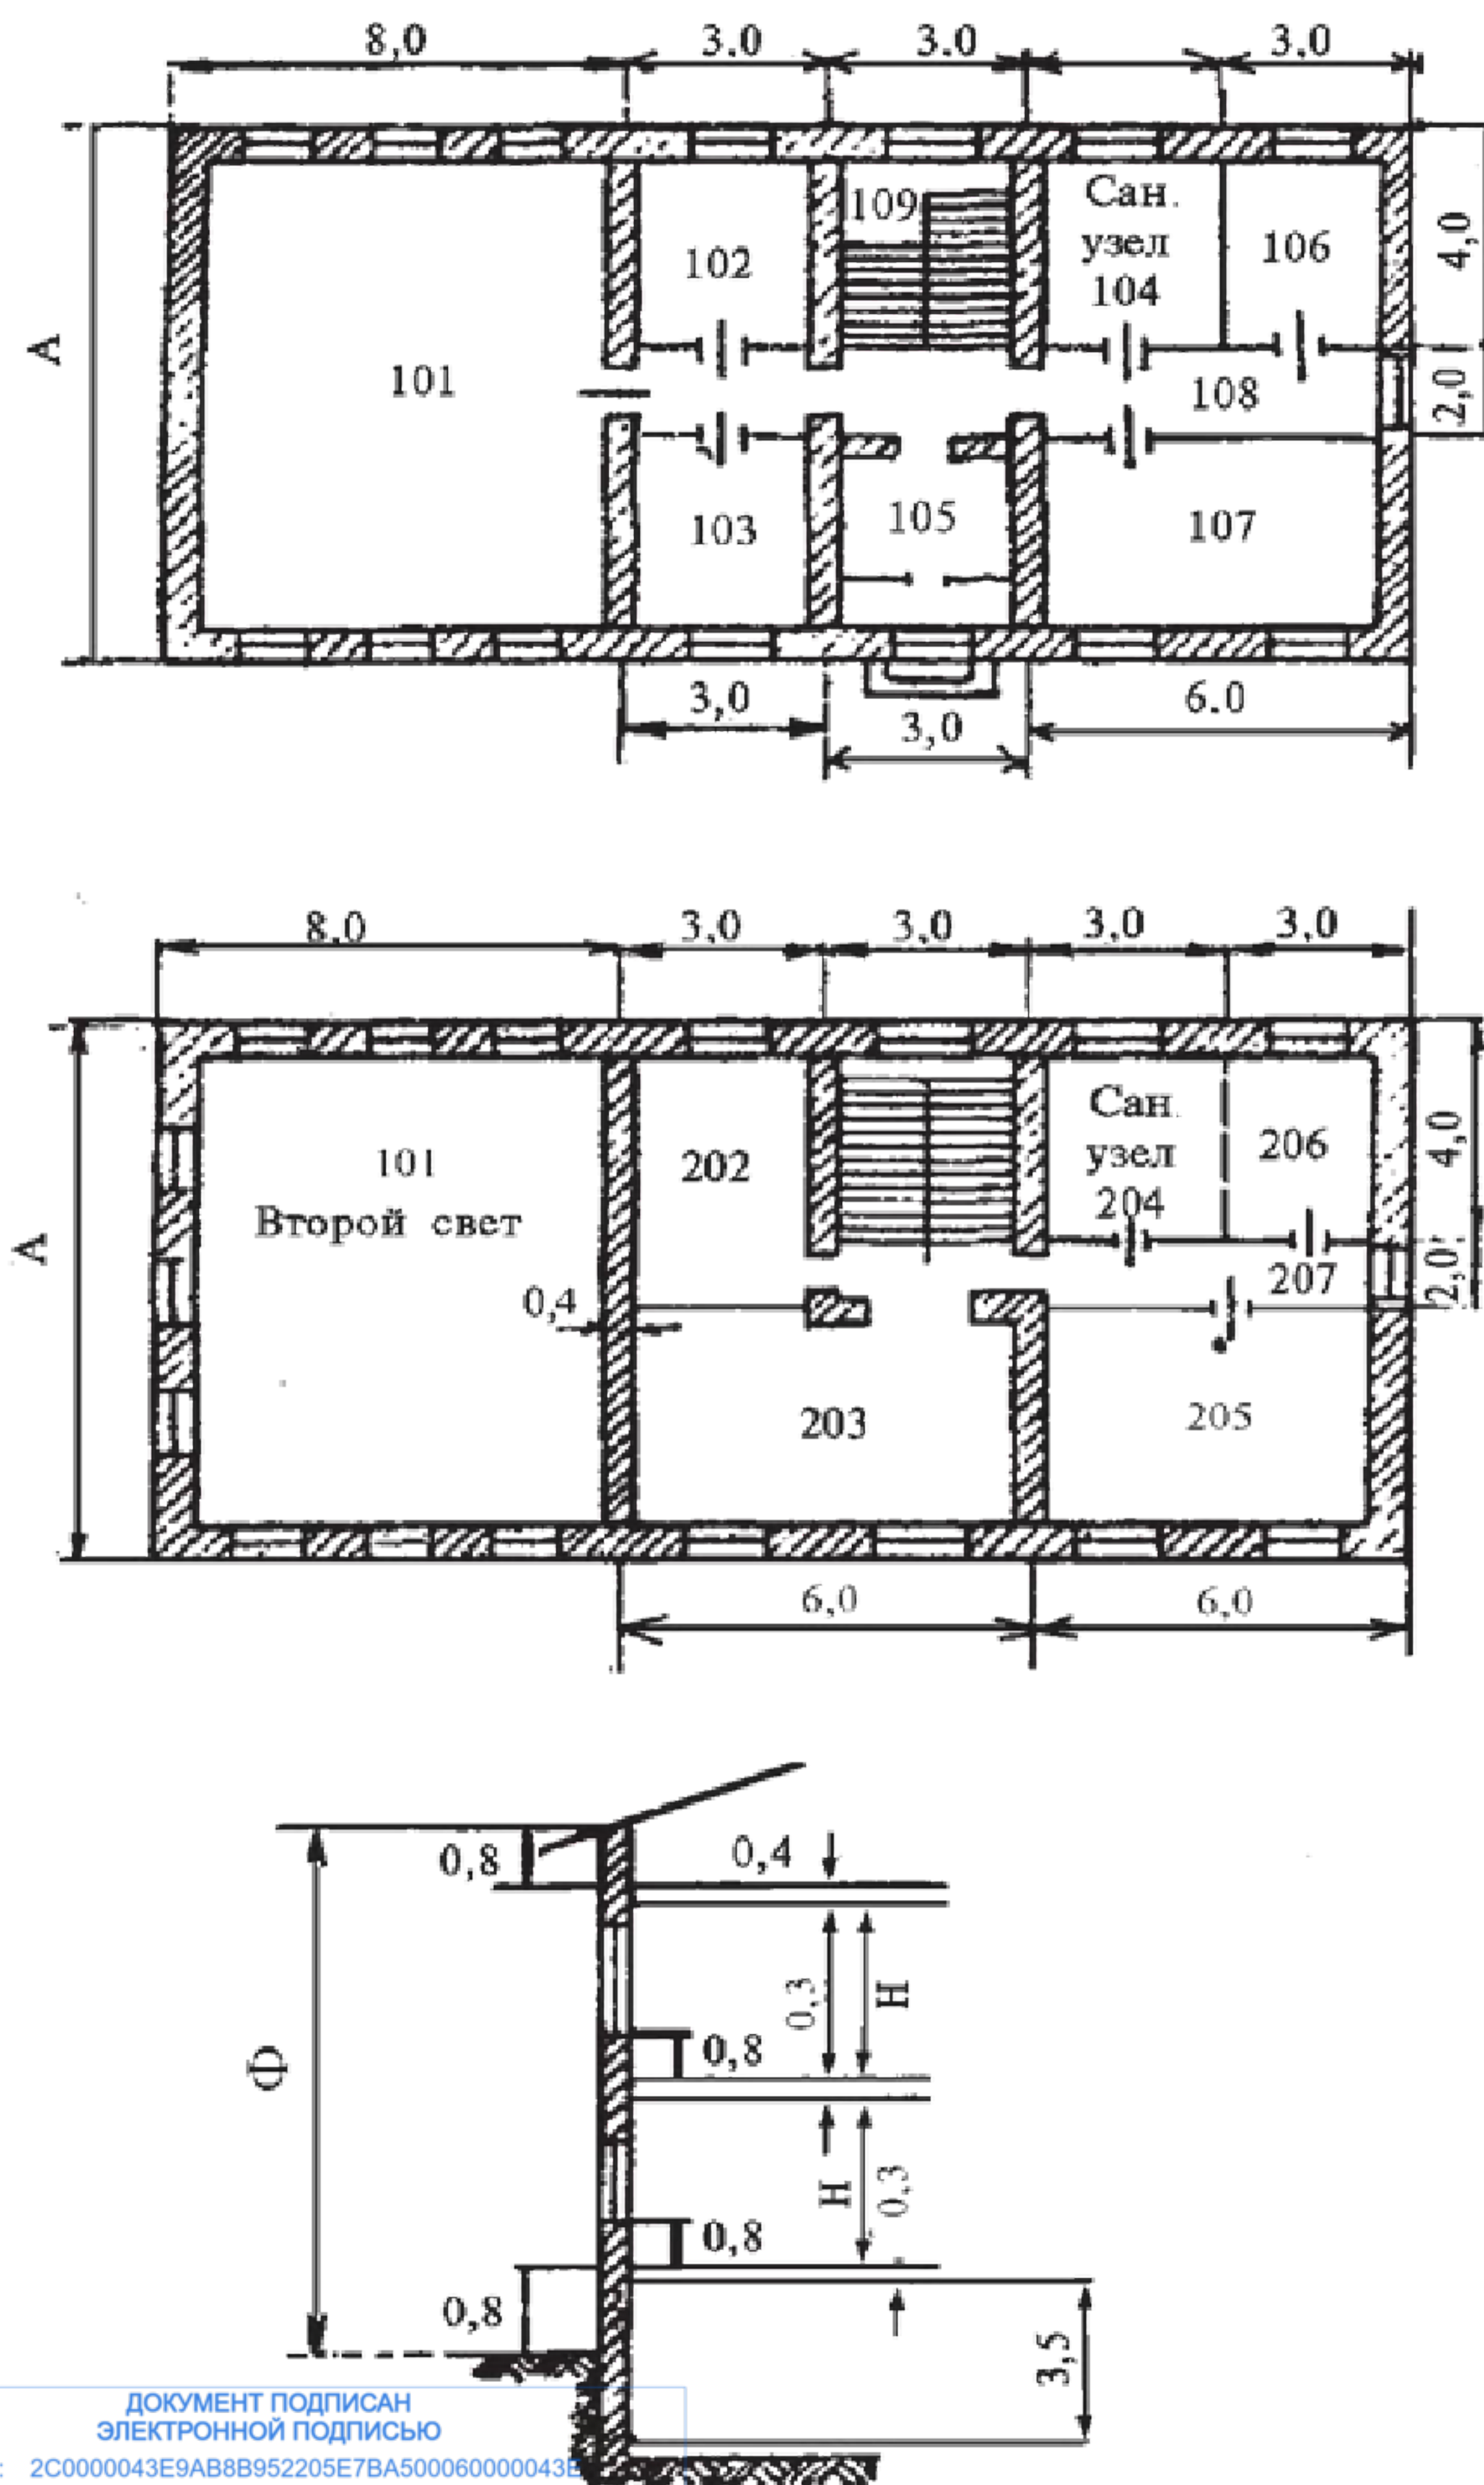

Рис.1
4. Основные характеристики здания (см. рис. 1).
Размеры здания, помимо указанных на чертежах (см. рис. 1) и ориентацию главного фасада здания относительно стран света принять по табл. 2.
Измерение площади поверхности наружного ограждения F , м², производят по чертежам плана и разреза здания (см. рис. 1).